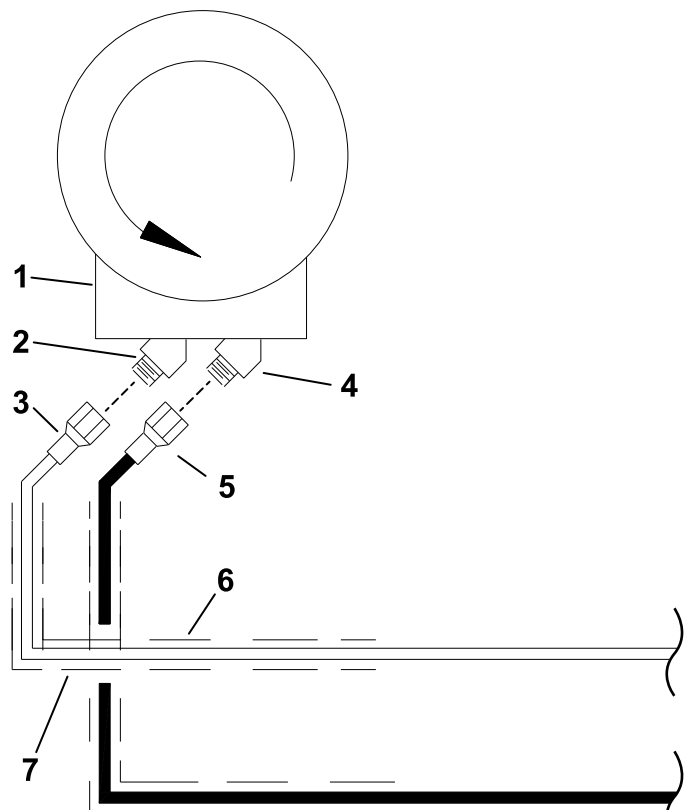

Рисунок 20
1. Установите кожух шланга длиной 122 см поверх гидравлического шланга, входящего в комплект поставки сборщика кернов (Рисунок 20).
2. Установите кожух шланга длиной 224 см на гидравлический шланг В длиной 330 см (8 МР – 6 МР), как показано на Рисунок 20.
3. Подсоедините гидравлический шланг, входящий в комплект сборки кернов, к отверстию А гидромотора подъемника (Рисунок 20).
4. Подсоедините гидравлический шланг В длиной 330 см (8 МР – 6 МР) от быстроразъемного соединителя отверстия В автомобиля Workman к отверстию В на гидромоторе подъемника (Рисунок 20).